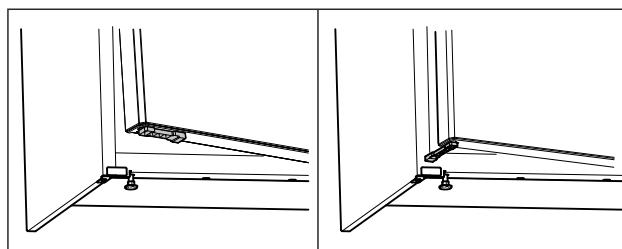

Fig. 59 \*
- ▶ Поверните ограничитель открытия двери на 90°. (см. Fig. 59) \*